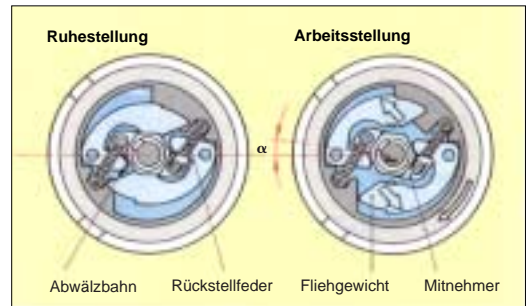

Abb.2: Aufbau- und Wirkungsweise des Fliehkraftverstellers
**Aufbau** und **Wirkungsweise** des Fliehkraftverstellers zeigt Abb. 2.